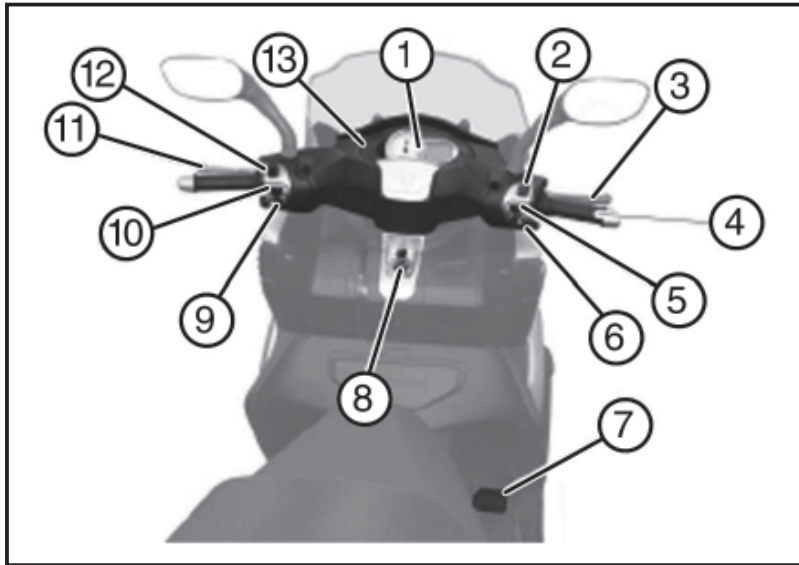

Abb. 01
4.5 LEGENDE ARMATURENBRETT (Abb. 01)